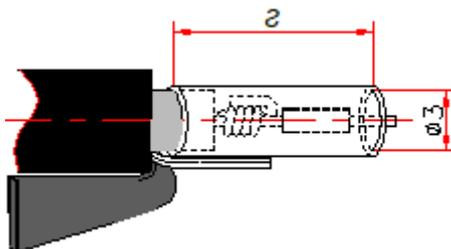

Рисунок 4 - Изоляция корпуса резистора термоусадочной трубкой
2.1.9 Надеть термоусадочную трубку  $\varnothing 3$  мм на место соединения резистора и центрального проводника так, чтобы трубка заходила на свободную часть изоляции центральной жилы и закрывала корпус резистора (см. рисунок 4). Усадить трубку по всей длине, нагревая её феном или зажигалкой.